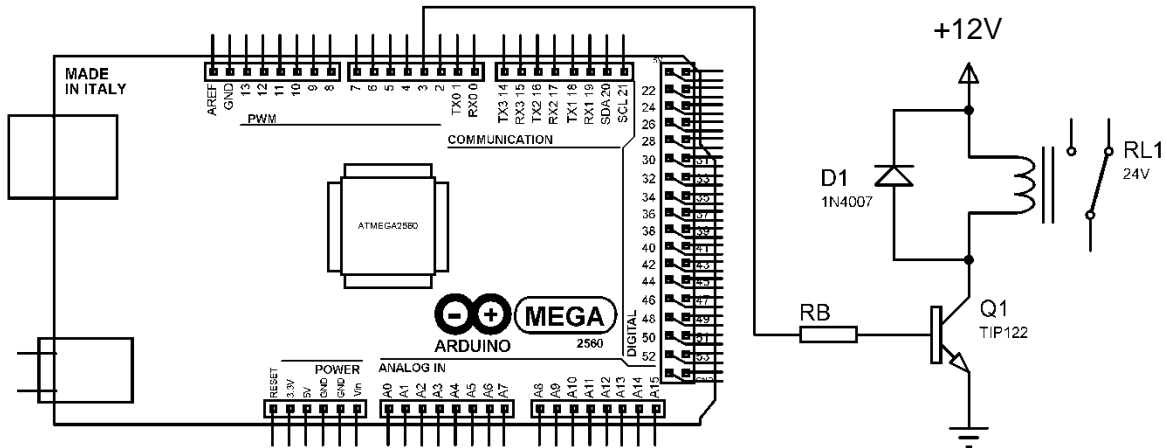

Figura 2. Conexión del driver de potencia para el relé al Arduino.
3. Monte el circuito diseñado con transistor y relé en la protoboard, además conecte al arduino usando el pin 3 como se muestra en la Figura 2. No olvide también conectar el diodo protector 1N4007 para evitar que la bobina del relé descargue su corriente almacenada (causando que se pueda quemar el transistor y se regrese esta corriente hacia el pin digital del arduino quemándolo por igual). NO MONTE TODAVIA LA BOMBILLA NI LA PARTE DE VOLTAJE 110 VAC.